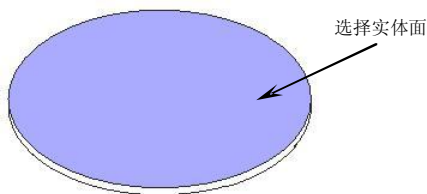
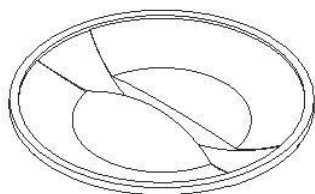

图5-82
图5-83
- 在【特征操作】工具条中单击【外壳】按钮，弹出【外壳】对话框。在【厚度】输入框中输入“2”，然后选择图 5-82 所示的实体面作为移除面，最后单击 **确定** 按钮创建外壳特征，结果如图 5-83 所示。